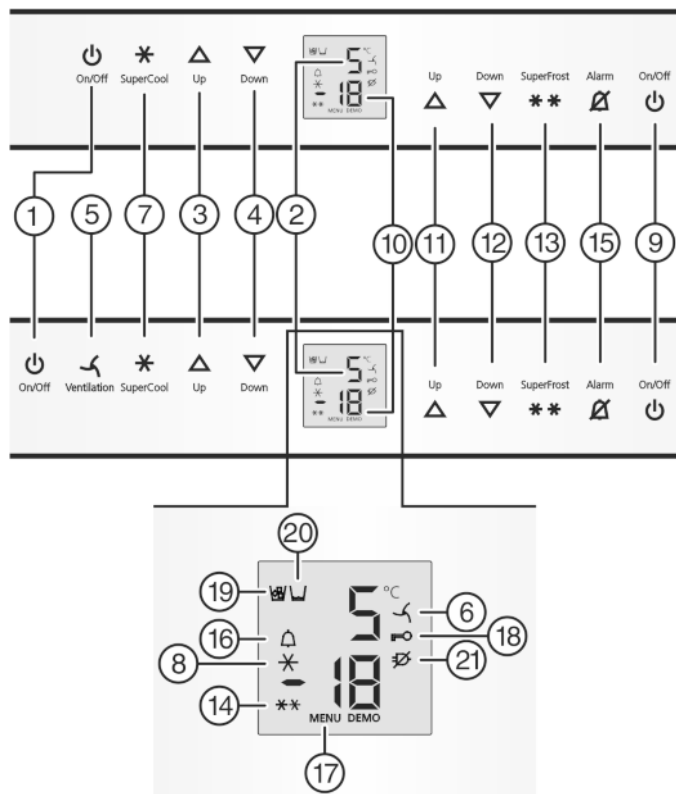

Fig. 2
- Pulse la tecla On/Off del compartimiento congelador Fig. 2 (9).
- Pulse la tecla On/Off del compartimiento congelador Fig. 2 (1).
- ▷ El compartimiento frigorífico se ha conectado: el indicador de temperatura del compartimiento frigorífico Fig. 2 (2) se ilumina. Al abrir la puerta del compartimiento frigorífico, se enciende la iluminación interior.
- ▶ Activar el modo de ajuste: pulse la tecla SuperFrost *Fig. 2 (13)* durante aprox. 5 s.
- ▷ El símbolo de menú *Fig. 2 (17)* se ilumina.
- ▶ Pulse brevemente la tecla SuperFrost *Fig. 2 (13)* para confirmar.
- ▶ Para activar el bloqueo contra la manipulación por niños, pulse brevemente la tecla SuperFrost *Fig. 2 (13)*.
- ▷ El símbolo del bloqueo contra la manipulación por niños *Fig. 2 (18)* se ilumina. En el indicador parpadea **c**.
- ▶ Para desactivar el bloqueo contra la manipulación por niños, pulse brevemente la tecla SuperFrost *Fig. 2 (13)*.
- ▷ El símbolo del bloqueo contra la manipulación por niños *Fig. 2 (18)* se apaga. En el indicador parpadea **c**.
- ▶ Desactivar el modo de ajuste: pulse la tecla On/Off del compartimiento congelador *Fig. 2 (9)*.
- ▶ Pulse la tecla Alarm *Fig. 2 (15)*.
Simultáneamente, parpadea la indicación de temperatura y el símbolo de alarma *Fig. 2 (16)*.
El tono de aviso se desactiva automáticamente, el símbolo de alarma *Fig. 2 (16)* se apaga y la indicación de temperatura deja de parpadear cuando la temperatura vuelve a descender lo suficiente.